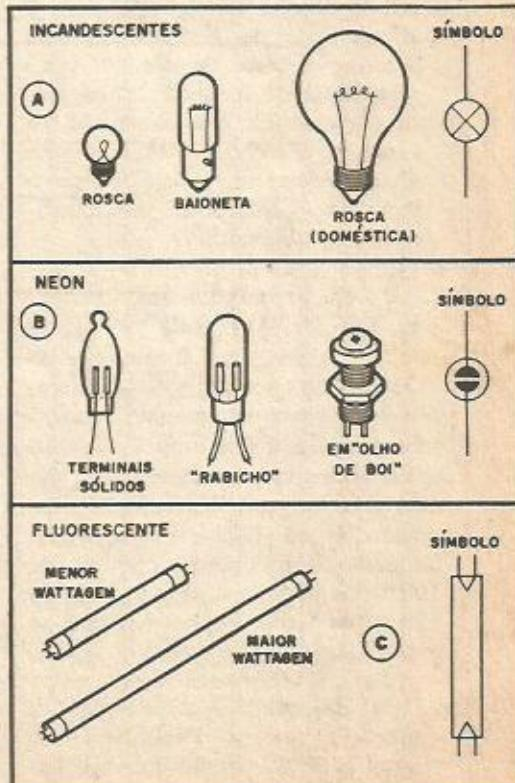

Fig. 1
**FIG. 1 - LÂMPADAS INCANDESCENTES** - As mais utilizadas no dia-a-dia! Estão aí, no teto da sua sala, nos faróis dos automóveis, no refletor da sua lanterna de pilhas, etc. São normalmente construídas de maneira muito simples (e por isso são - geralmente - as mais baratas "fontes de luz"...): um bulbo ou ampola de vidro (a forma, em si, não é muito importante, e pode variar, assim como o tamanho...) contendo um FILAMENTO metálico (geralmente de tungstênio) ligado, externamente ao bulbo, a contatos metálicos (de formas diversas) através dos quais podemos fornecer CORRENTE ao dito FILAMENTO. Esse filamento apresenta uma certa RESISTÊNCIA que, ao ser percorrida pela CORREN-
- FIG. 1-B - LÂMPADAS DE GÁS - As mais comuns, em Eletrônica, lâmpadas de gás (por ionização) são as lâmpadas de NEON, também construídas industrialmente de maneira simples: num bulbo de vidro (geralmente de pequenas dimensões...) é feito vácuo (retira-se o ar de lá) e introduz-se, sob baixa pressão, gás Neon. No interior do bulbo ou ampola, são dispostos dois eletrodos metálicos, externamente acessíveis através de terminais ou fios (ou ainda "rosca", "baioneta", etc.). Assim que aplicada certa tensão (normalmente um mínimo que vai de 50 a 90 volts) o gás nobre (Neon) contido do interior da lâmpada, e que inicialmente não era condutor, ioniza-se (entra em "ignição") permitindo a passagem de corrente, sob a qual emite uma luminosidade amarela ou alaranjada característica (outros gases, quando ionizados, emitem luminosidade em outras cores...). Na figura temos alguns dos "modelos" mais comuns de lâmpadas de Neon, da esquerda para a direita: lâmpada mini, com terminais sólidos, mini, com terminais em "rabicho" (fios flexíveis isolados) e mini, já encapsulada em "olho de boi" (pequeno receptáculo, com vidro ou plástico difusor à frente). Ainda na figura, temos o símbolo adotado para representação das lâmpadas de Neon, nos "esquemas" de circuitos.